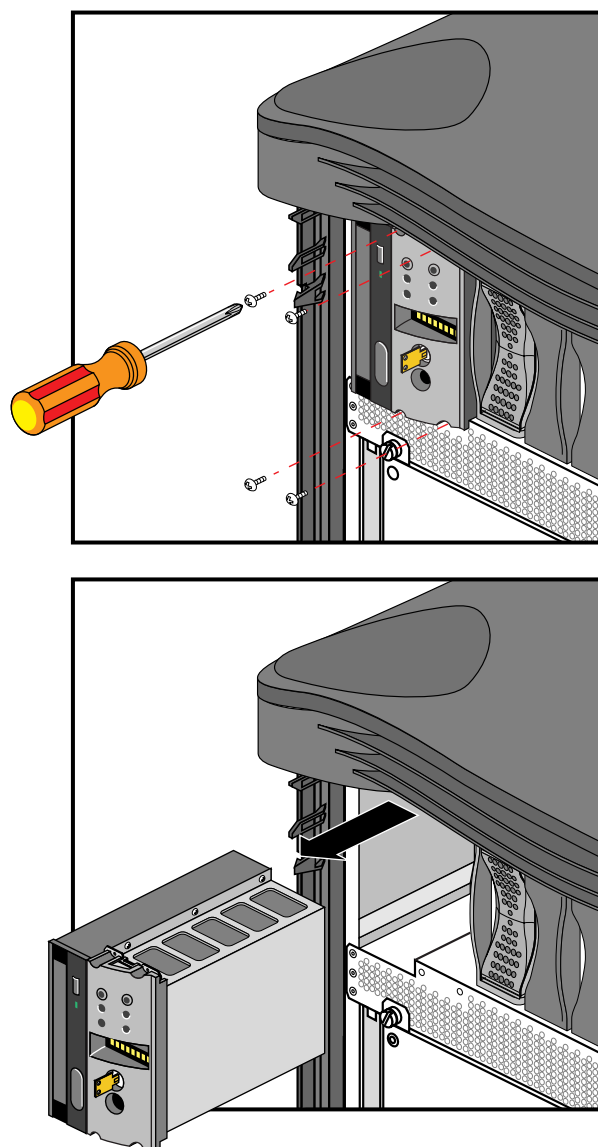

Figure 6-12 Retrait du contrôleur système et du CD-ROM
3. Retirez et rangez les vis maintenant le module en place (Figure 6-12).